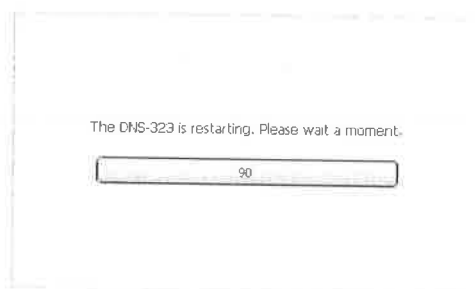

Figura 38: pantalla de espera.
- Figura 38: Esperar a que el dispositivo se reinicie para comenzar a utilizarlo con normalidad.